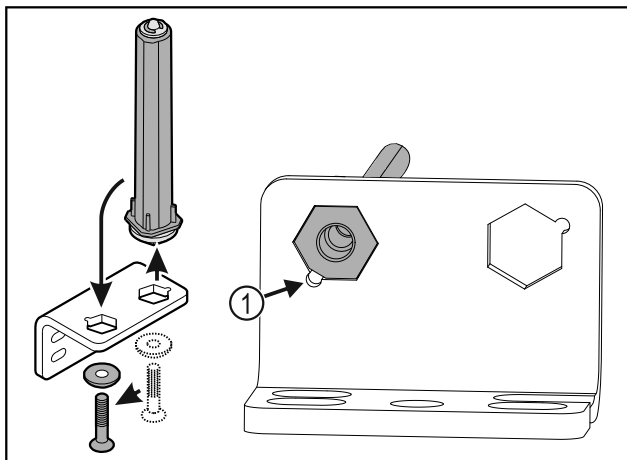

Fig. 34
- ▶ Bodite pozorni, da pri vstavljanju izravnalne točke sornika Fig. 34 (1) kažejo v smeri okrogle luknje.